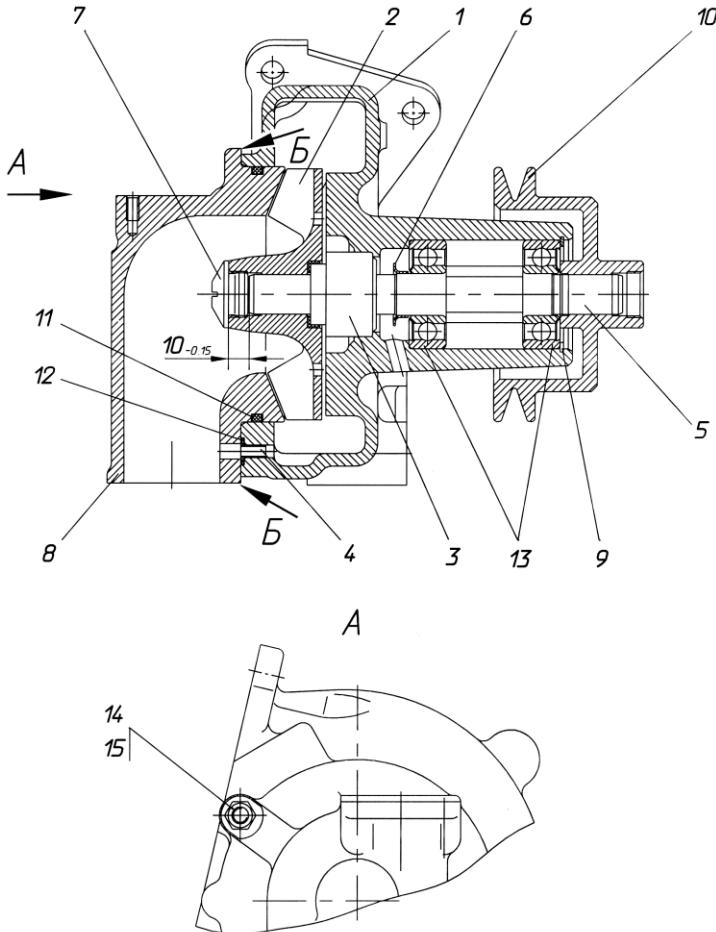

Рис. 96. Водяной насос:
5. Отвернуть гайки 14 (рис. 96) патрубка 8.
13. Выпрессовать из корпуса 1 вал 5 с водосбрасывателем 6 и подшипниками 13 (см. рис. 96).
2. Напрессовать на вал 5 (рис. 96) подшипники 13 и водосбрасыватель 6. При этом необходимо:
9. Напрессовать крыльчатку 2 в сборе с манжетой и уплотнительной втулкой на вал 5 (рис. 96). При этом необходимо:
- установить крыльчатку и в валу в размер $10_{-0,15}$ мм (рис. 96) между торцом вала и торцом ступицы крыльчатки. Для этого необходимо при запрессовке установить на торец вала диск диаметром не более 13 мм и высотой $10_{-0,15}$ мм.